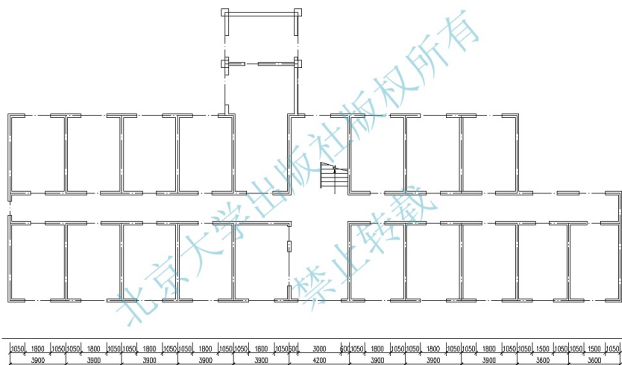

图 3.48 标注出轴线尺寸
② 按 Enter 键结束【连续】命令, 结果如图 3.48 所示。